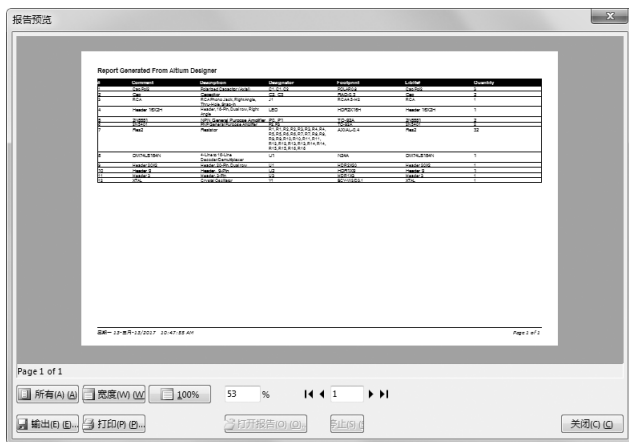

图 15-38 元器件报表预览
(2) 单击“菜单”按钮，在弹出的“菜单”菜单中选择“报告”命令，系统将弹出“报告预览”对话框，如图 15-38 所示。